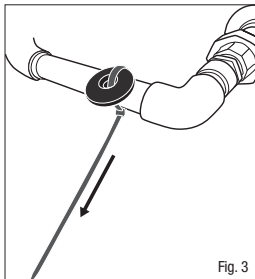

Fig. 3
4. Fije el sujetador de cable al entrelazar el extremo plano a través de la cabeza de autofijación y fijando bien en el equipo (ver Fig. 3).
4. Fixe a braçadeira enfiando a extremidade do tirante através da trava e puxando o tirante até que o Tag esteja firmemente fixado ao equipamento (ver Fig. 3).